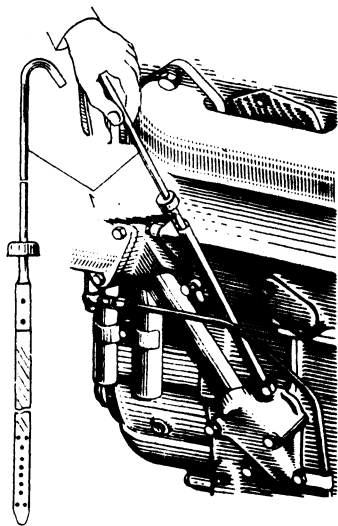

Рис. 28. Проверка уровня масла в поддоне двигателя:
2. Залейте в масляный картер двигателя чистое масло рекомендуемой марки до верхней метки масломерного щупа (рис. 28).